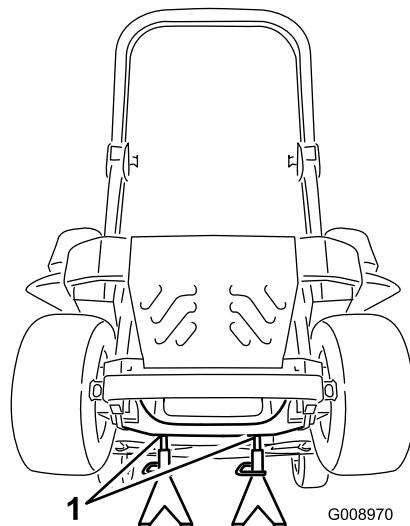

Figure 84
3. Soulevez la machine sur des chandelles (Figure 84).
9. Retirez les chandelles et abaissez la machine (Figure 84).